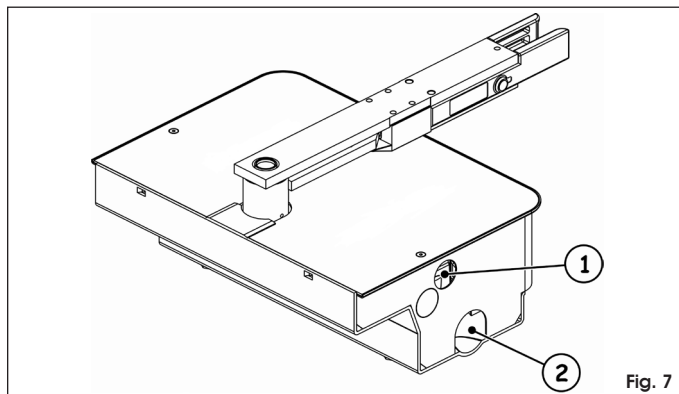

Fig. 7
3. Poner un tubo de PVC de 35 mm de diámetro para que pase un cable eléctrico de 4 conductores hasta el equipo electrónico de mando (Fig. 7 rif. ①). Se aconseja asimismo poner un tubo de drenaje del agua de lluvia que llegue hasta un canal de recuperación de las aguas (Fig. 7 rif. ②).